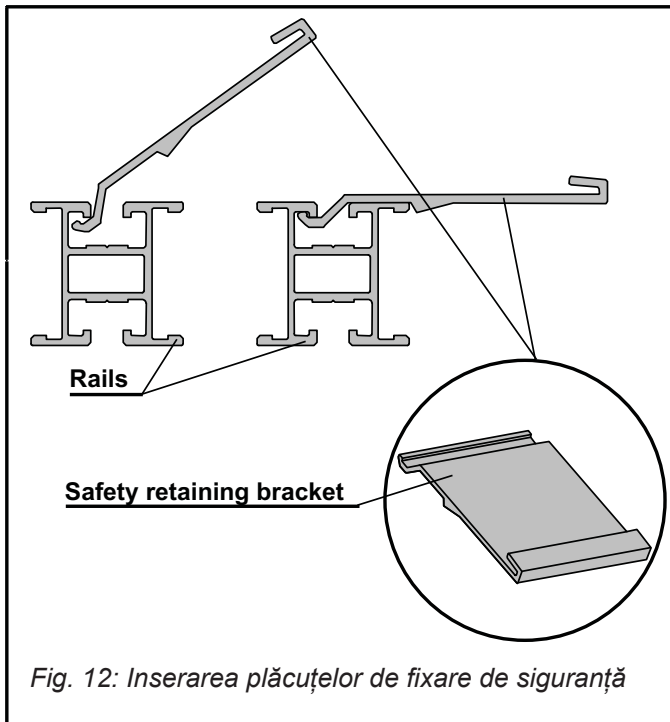

Fig. 12: Inserarea plăcuțelor de fixare de siguranță
- Inserați plăcuțele de fixare de siguranță (Fig.12) pe șina inferioară, două plăcuțe per panou